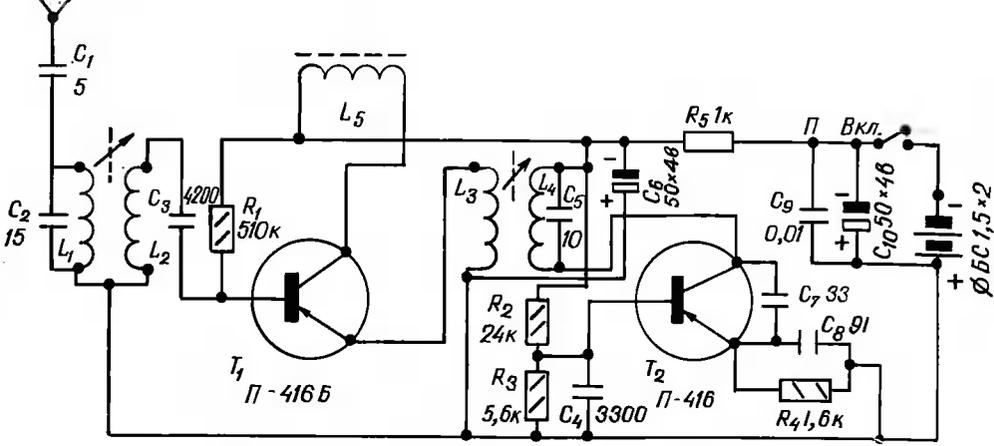

Рис. 1.
**ПРИНЦИП ДЕЙСТВИЯ.** Принимаемый сигнал коротковолновой радиостанции через антенну и трансформатор высокой частоты поступает на базу транзистора  $T_1$  (рис. 1). Сигнал усиливается по амплитуде. Второй каскад выполнен на транзисторе  $T_2$ , который является генератором высокой частоты — гетеродином. Колебания с гетеродина подаются на смеситель, роль которого выполняет триод. В результате смешения двух частот сигналов (принимаемой радиостанции и гетеродина) на контуре связи  $L_5$  выделяется новая преобразованная частота, лежащая в диапазоне средних волн.